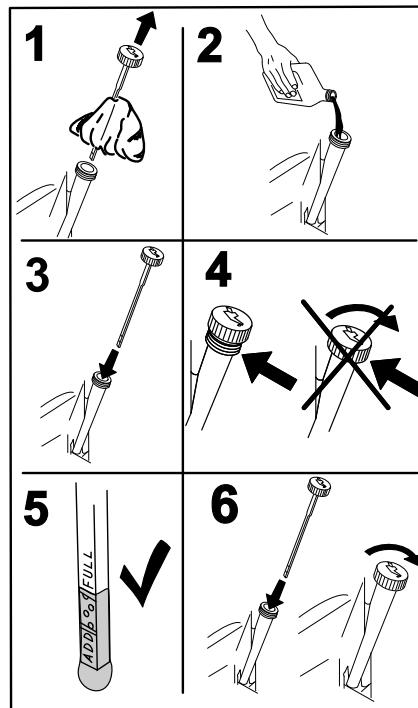

Figure 54
5. Versez lentement environ 80% de l'huile spécifiée dans le tube de remplissage puis faites l'appoint lentement jusqu'à ce que le niveau atteigne le repère du plein (**Full**) (Figure 54).